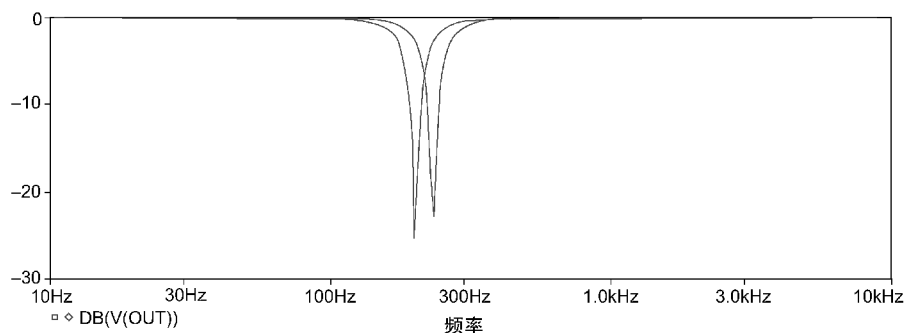

图 11.12 理想情况下的陷波频率值为 234Hz, 最坏情况下的陷波频率值为 199Hz
12. 如图 11.12 所示, 在 Probe 图形显示窗口中能够看到两条输出陷波频率曲线。标称值仿真时陷波频率值为 234Hz, 而在最坏情况下的陷波频率值为 199Hz。